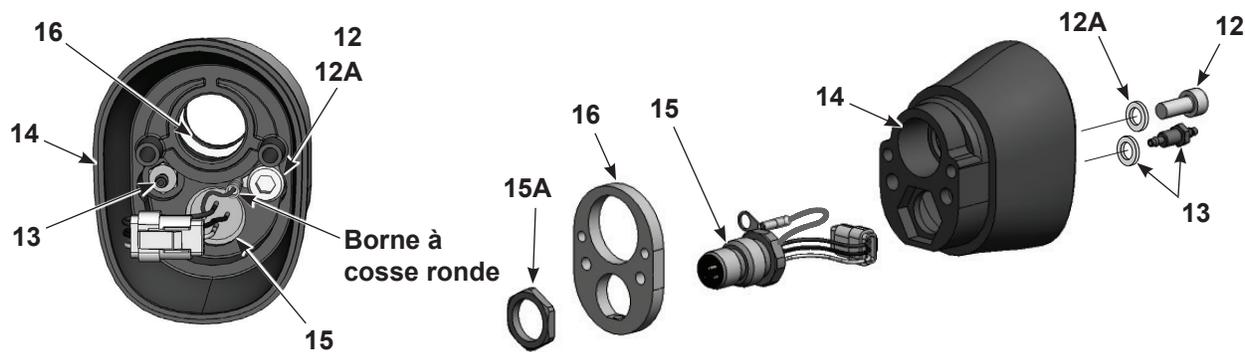

Figure 7-6 Démontage du pistolet de pulvérisation à fixation sur tube 5 sur 5
18. Voir la Figure 7-6. Pour démonter l'arrière du corps, retirer la vis (12) et le raccord cannelé (13) de l'intérieur de l'arrière du corps du pistolet de pulvérisation (14). Une clé hexagonale de 3 mm et une douille profonde 1/4" sont nécessaires.
19. Retirer l'écrou (15A) de la prise, retirer la plaque de mise à la terre (16) de l'arrière du corps du pistolet de pulvérisation et faire passer le faisceau de la prise à travers le corps.